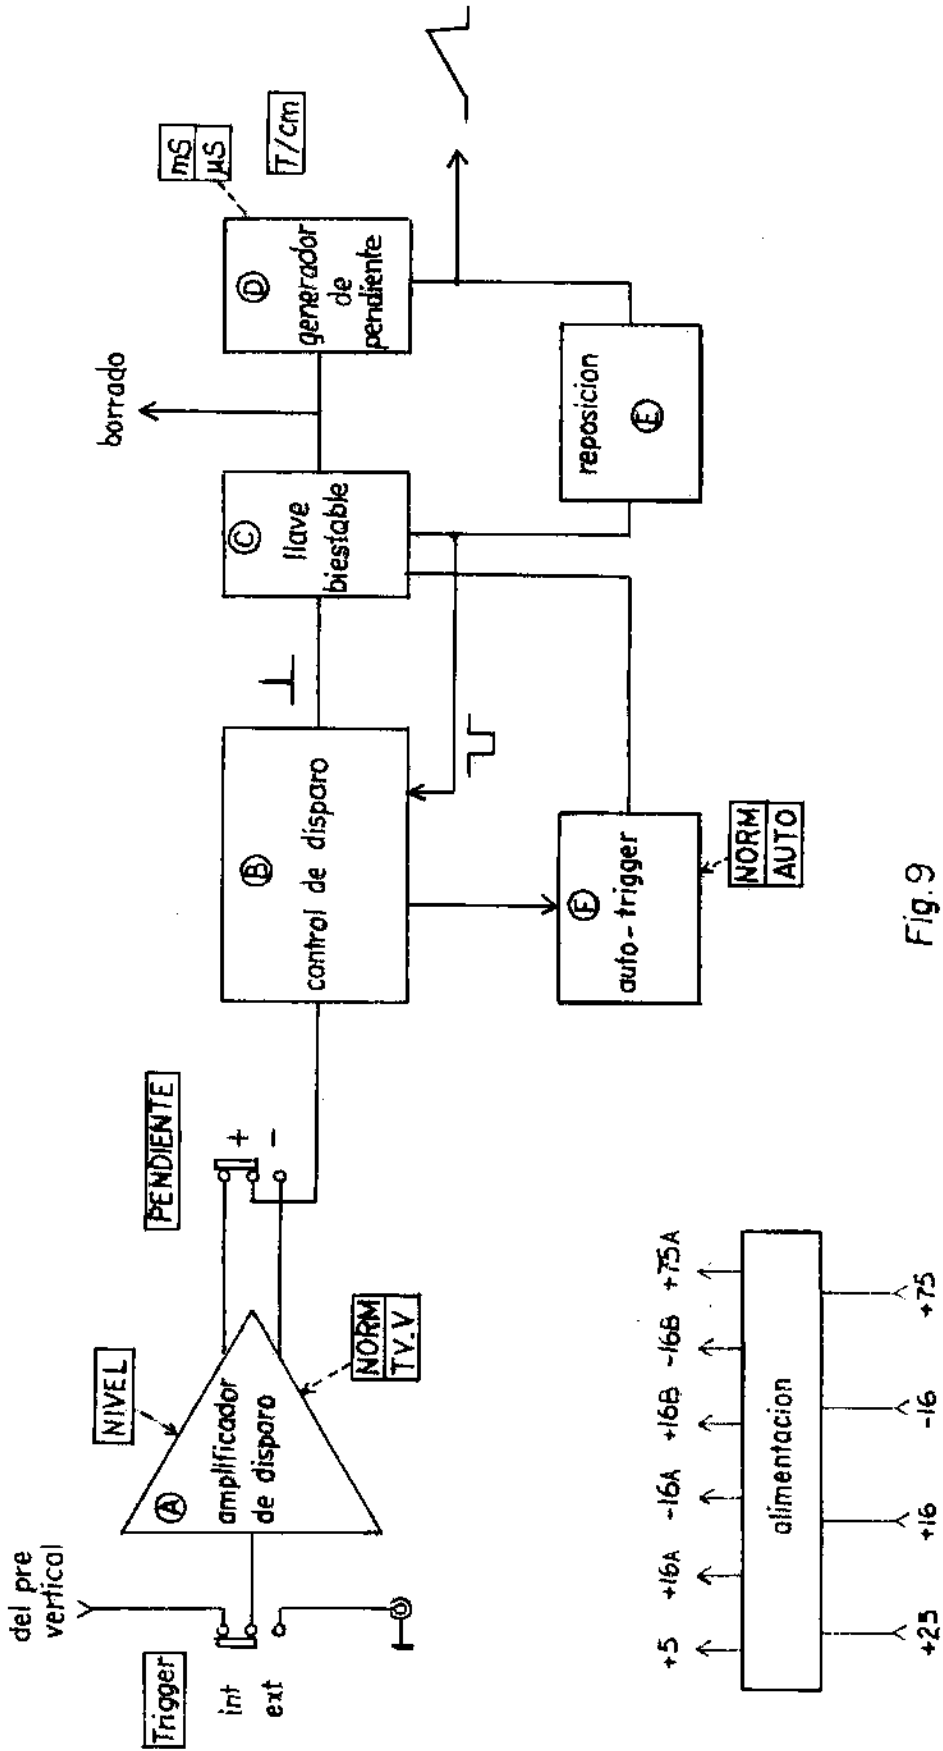

Fig. 9
**Medidas de amplitudes:** Con el vernier del atenuador en CAL, médase la cantidad de divisiones entre picos (Ver Fig. 9). Obsérvese la posición del atenuador, por ej. 1 V/cm. La amplitud es entonces: